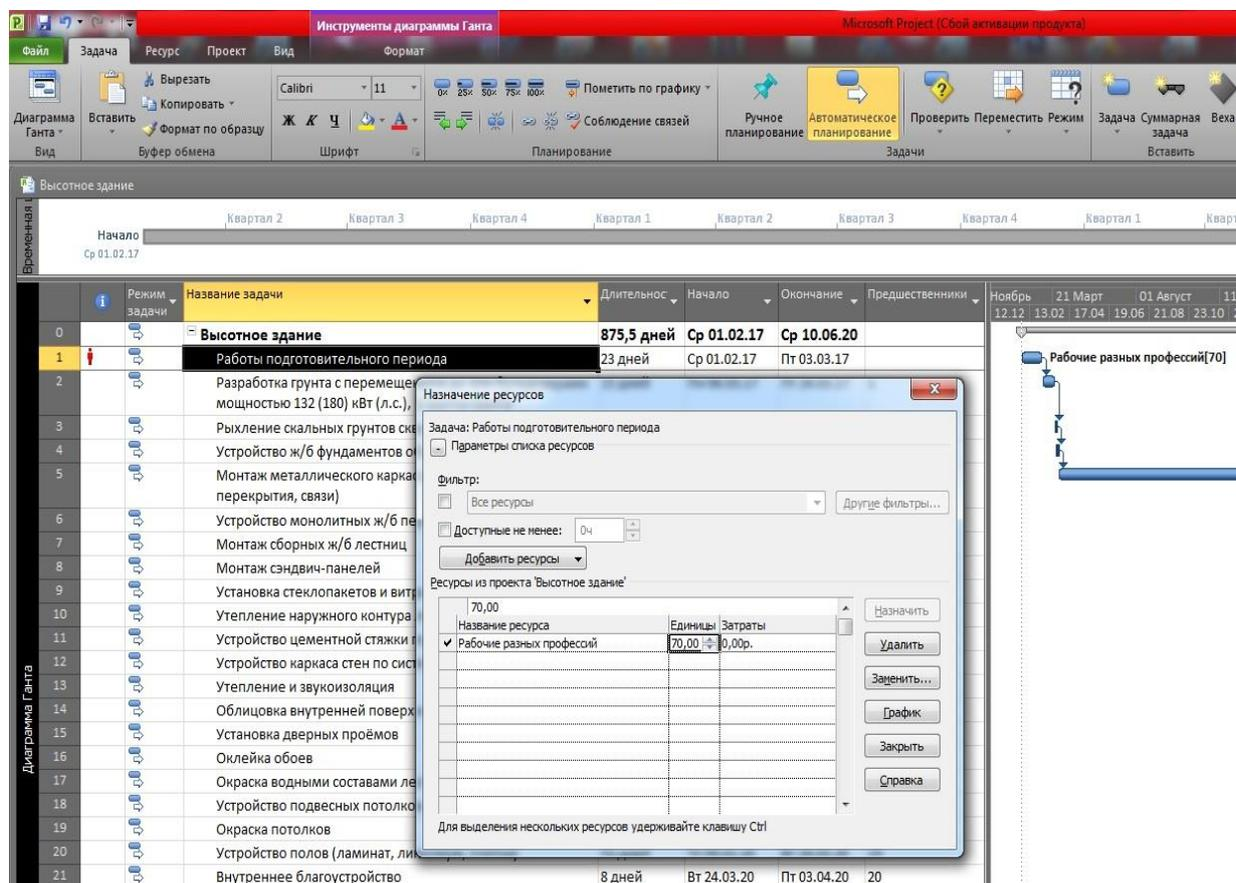

Рис. 25. Результаты назначения ресурса для задачи «Работы подготовительного периода»
7) После выполнения всех вышеперечисленных действий должен получиться следующий результат (рис. 25). Теперь введенный ресурс